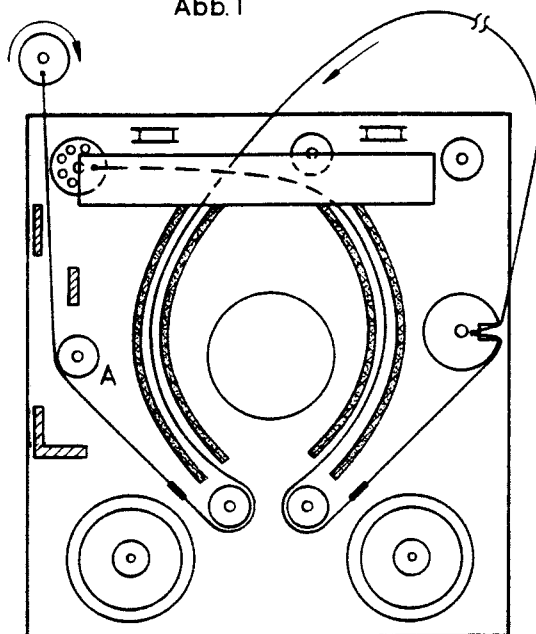

Abb. 3
- Oberese Seil von hinten unter die Verriegelungsmechanik durchstecken und durch die linke Schlittenführung ziehen, weiter über die linke Umlenkrolle an der Schlittenführung und über die Rolle A (s. Abb. 3).